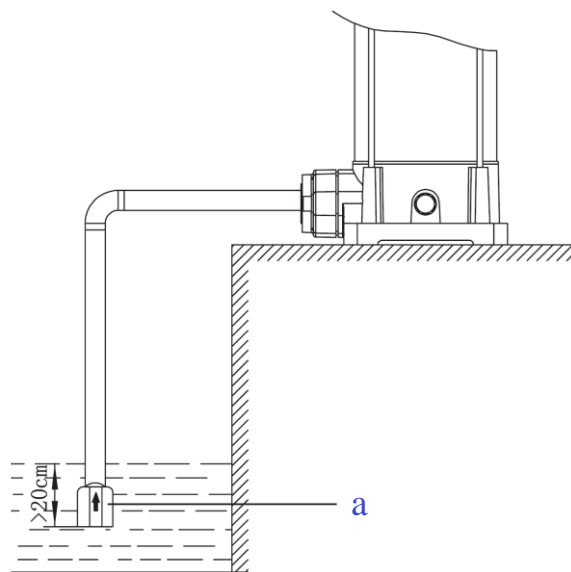

Fig. 2
- Installez un clapet de pied (a) pour empêcher le reflux et filtrer les débris, tels que les pierres, afin qu'ils ne pénètrent dans la pompe. Voir la Fig. 2 pour l'illustration.